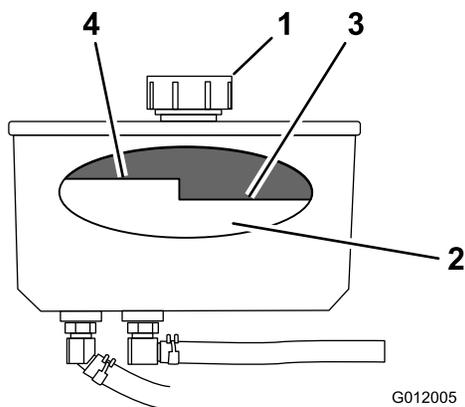

Figura 73
4. Limpe a zona em torno da tampa e do tubo de enchimento do depósito hidráulico (Figura 73).
5. Retire a tampa do tubo de enchimento. Observe o interior para verificar o nível de óleo no reservatório. (Figura 73).
- Nota:** O nível do fluido deve ficar até ao cimo do nível quente do abafador, quando o fluido está quente (Figura 73).